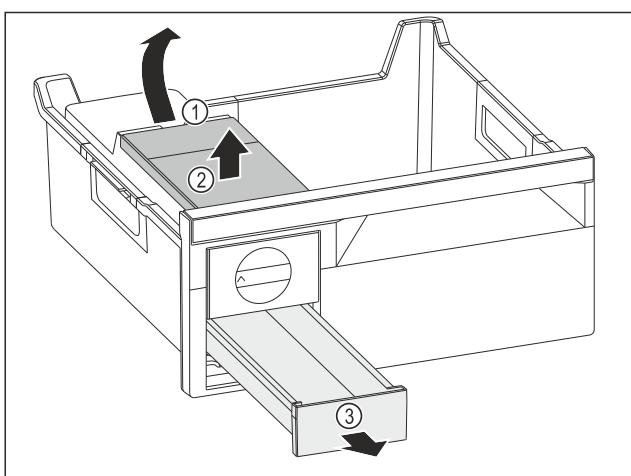

Fig. 73
- Vađenje spremnika za vodu: Podignite spremnik za vodu na otvoru Fig. 73 (1).
- Izvadite spremnik za vodu Fig. 73 (2) prema gore.
- Izvadite ladicu Fig. 73 (3) prema naprijed.